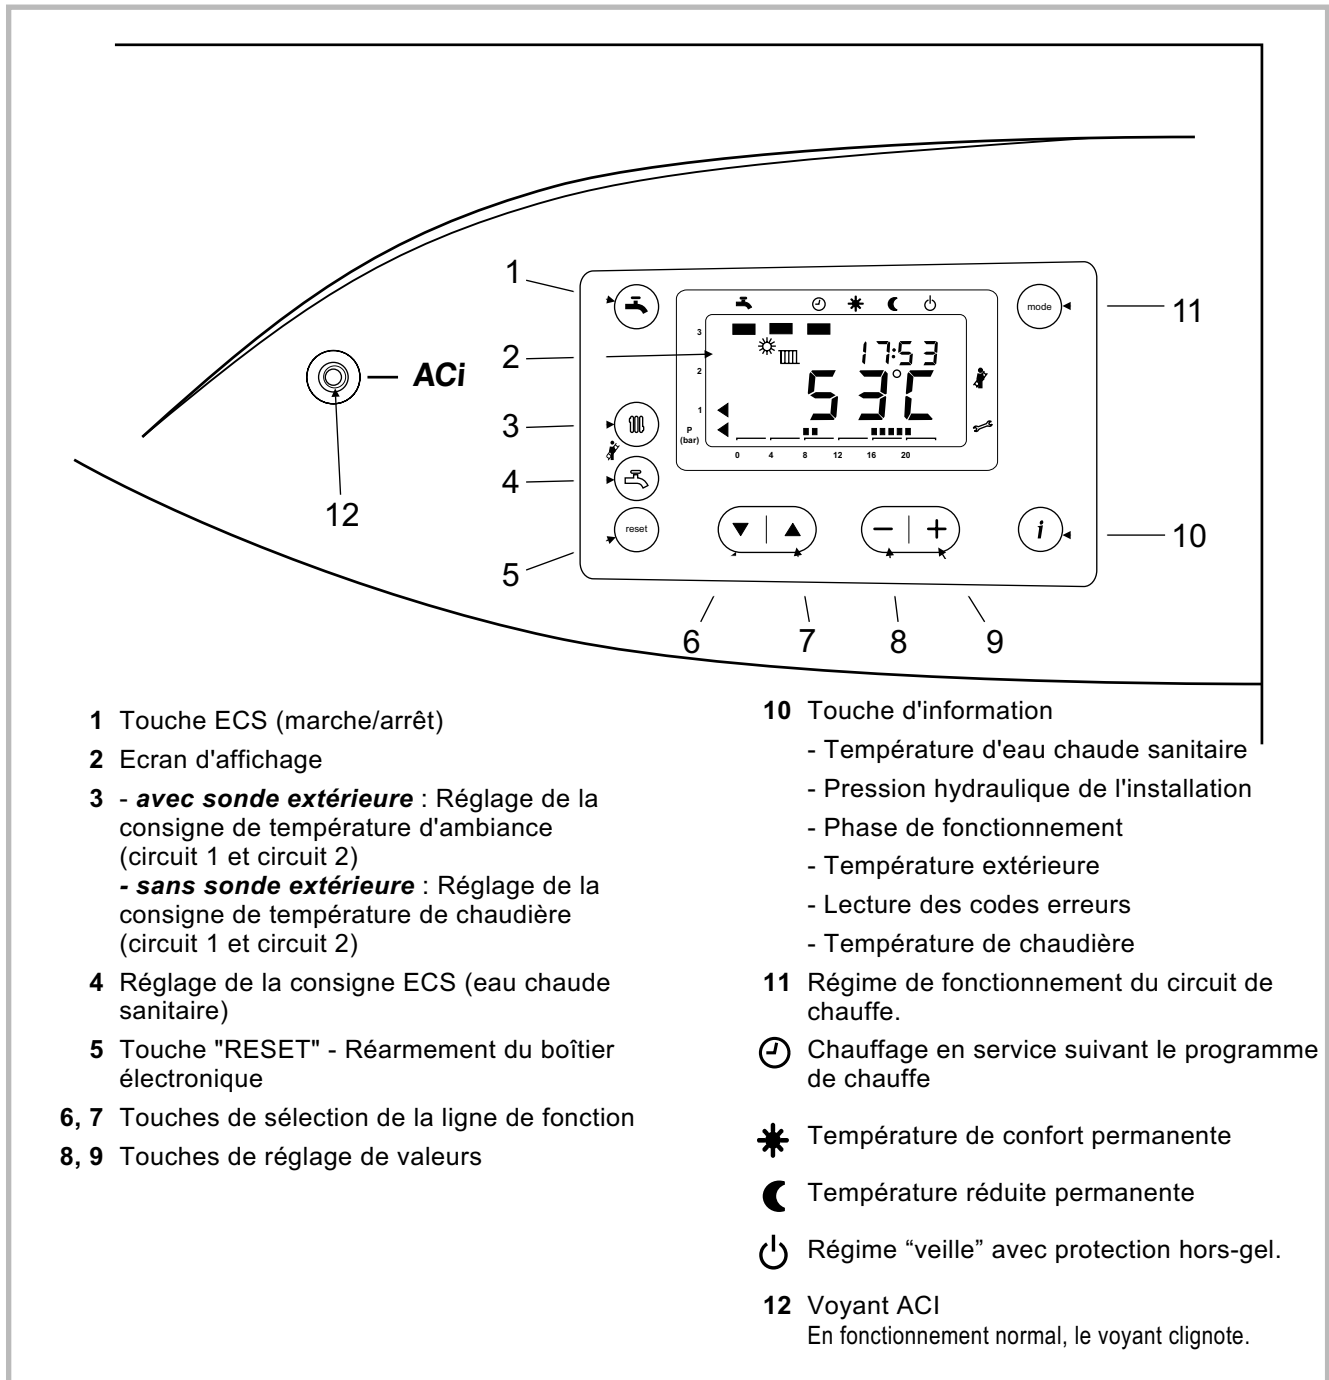

Figure 48 - Tableau de contrôle
- Appuyer sur la touche (▼) ou (▲) (rep. 6 et 7, fig. 48)
- Régler les valeurs réglables avec (-) ou (+) (rep. 8 et 9, fig. 48)